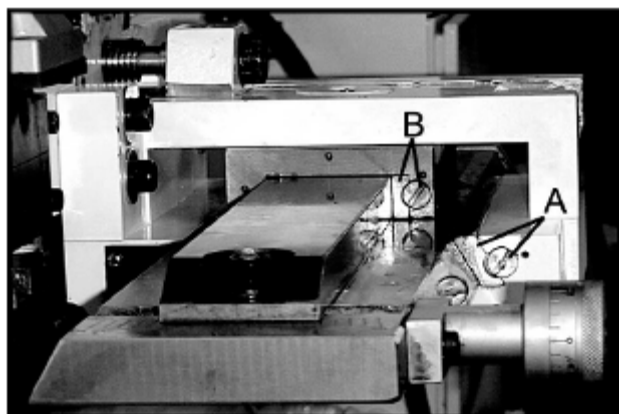

Рис. 7
13. Установите клиновую планку и винт (А, Рис. 7). Установите короткую планку и винт (В, Рис. 7). Во время вращения маховика поперечной подачи не должно быть люфта и заедания.